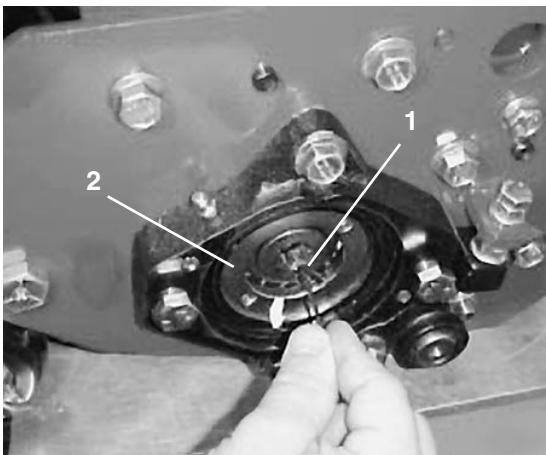

Bild 20
- A. Lockern Sie die Maschinenschraube, mit der die Lagereinstellmutter am Lagergehäuse an der linken Seite des Schneidwerks befestigt ist (Bild 20).